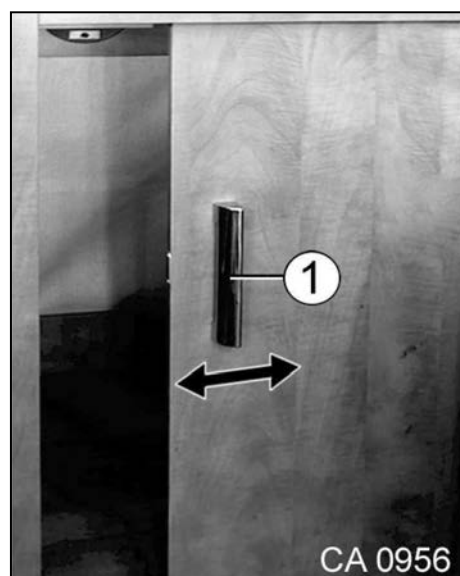

Fig. 99 Fermeture magnétique
1. Glisser la porte coulissante vers le côté à l'aide de la poignée (Fig. 99/1). Ne pas tirer sur la poignée (Fig. 99/1) et ne pas la tourner !